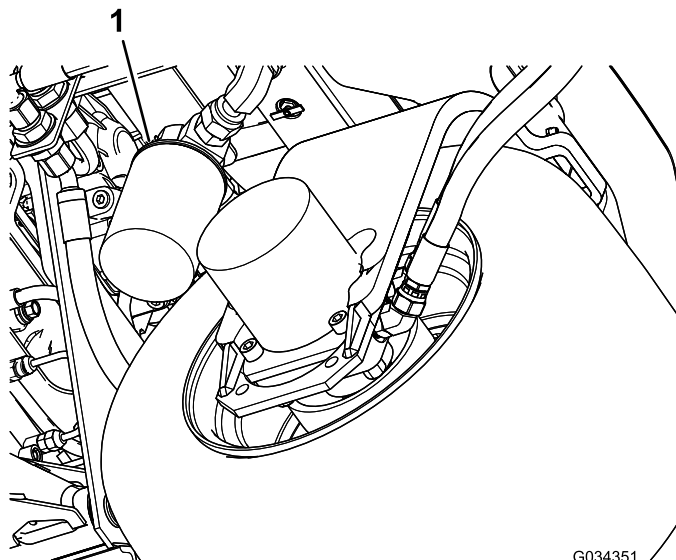

Bild 96
2. Reinigen Sie den Anbaubereich des Filters. Stellen Sie eine Auffangwanne unter den Filter (Bild 96) und entfernen den Filter.